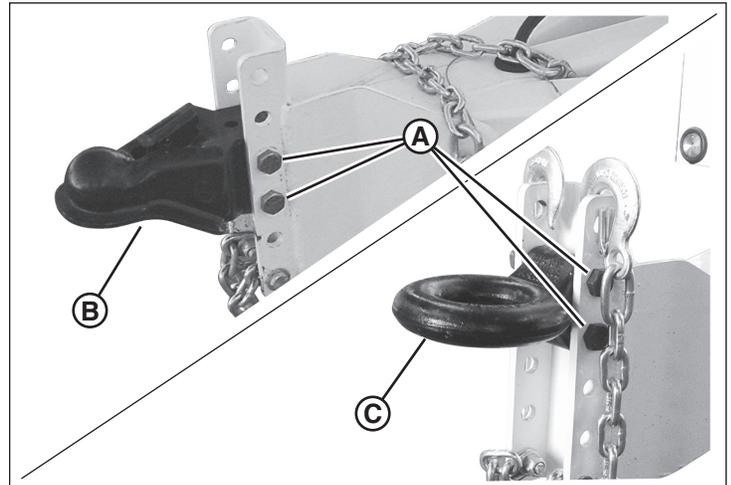

Figure 6
2. Enlever les deux écrous freinés et vis à tête hexagonale (A, Figure 6) qui retiennent l'attelage de remorque (B) ou l'oeil de lunette (C) à la flèche. Jeter les écrous freinés